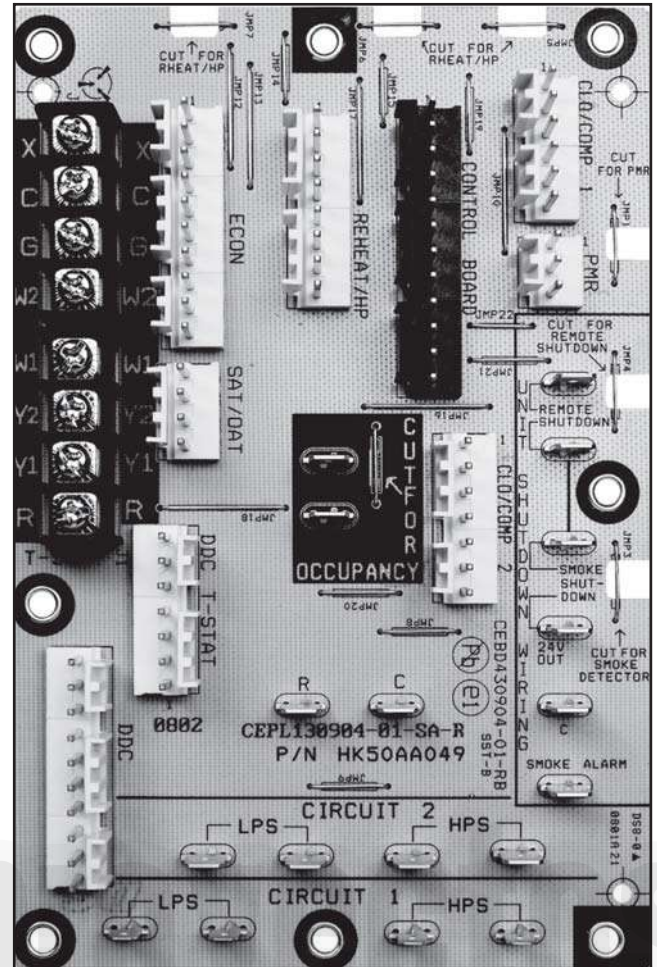

Fig. 34 – Central Terminal Board
2. O controlador deve estar no modo ocupado para acionar os ventiladores do exaustor motorizado. Para deixar o controlador no modo ocupado, verifique o jumper “CUT FOR OCCUPANCY” na Placa Central de Terminais (consulte a Fig. 34).
3. Coloque o fio de ligação nas entradas do termostato entre os terminais R e G para solicitar o acionamento do ventilador interno. Consulte a Fig. 34.